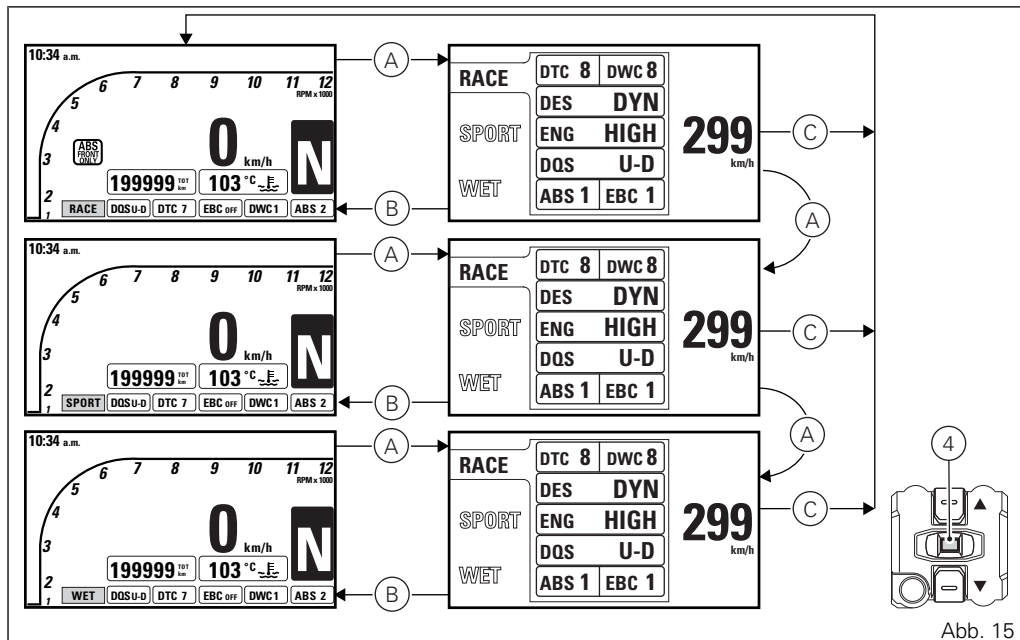

Abb. 15
Bei den angezeigten Informationen handelt es sich um Werte, die für jeden einzelnen Fahrmodus (Riding Mode) gespeichert wurden. Bei den gespeicherten Werten kann es sich um die von Ducati vorgesehenen oder die vom Fahrer personalisierten Werte handeln. Auf jedes Drücken der Taste MENÜ BESTÄTIGEN (4) wird der Riding Mode mit den zugeordneten abrufbaren Parametern (A, Abb. 15) markiert.
Wurde der gewünschte Riding Mode markiert, muss er durch zwei Sekunden langes Drücken der Taste MENÜ BESTÄTIGEN (4) bestätigt werden: Der Wechsel des Riding Mode wird gespeichert und die Standardanzeige (B, Abb. 15) erneut aktiviert.
Wurde der gewünschte Riding Mode markiert und die Taste MENÜ BESTÄTIGEN (4) nicht innerhalb von 10 Sekunden gedrückt, erfolgt kein Wechsel des Riding Mode und die Standardanzeige (C, Abb. 15) wird erneut aktiviert.